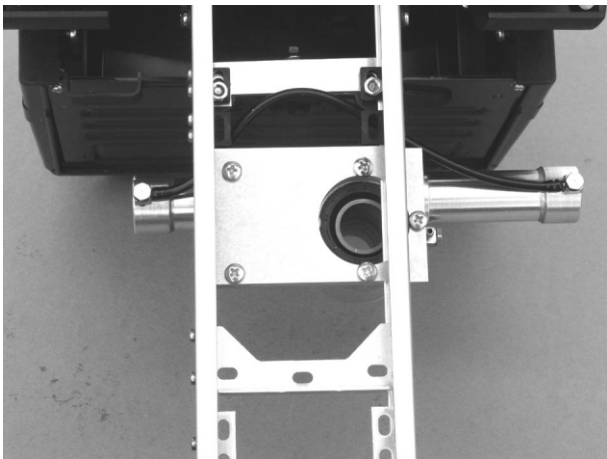

Bild 41
Hier sehen Sie wie das Klemmblech(C) von unten mit dem Kranbefestigungsblech(B) verschraubt wird. Die 2 Schrauben Din 7985 M3x6 verwenden Sie bitte für die, im Bild 41, linke Verschraubung.